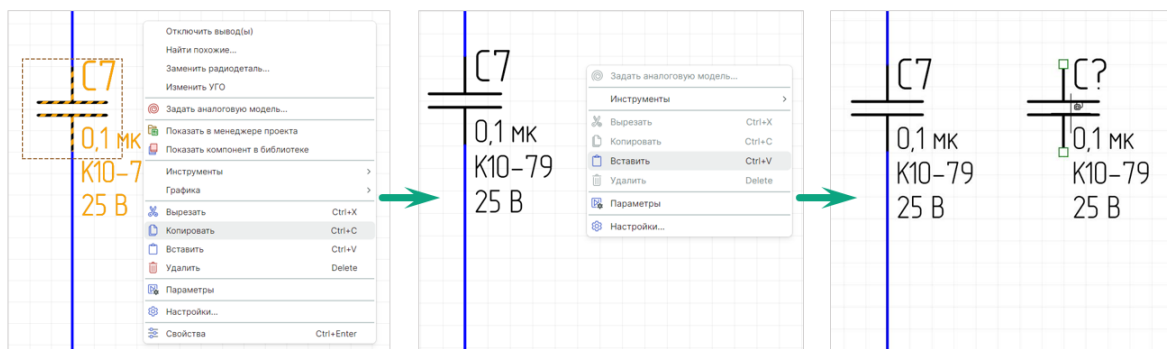

Рис. 214 Копирование и вставка объекта на схеме
- Перейдите на свободное место листа схемы и в контекстном меню выберите пункт «Вставить» или воспользуйтесь сочетанием клавиш «Ctrl+V», после чего скопированный объект будет размещен, см. Рис. 214.